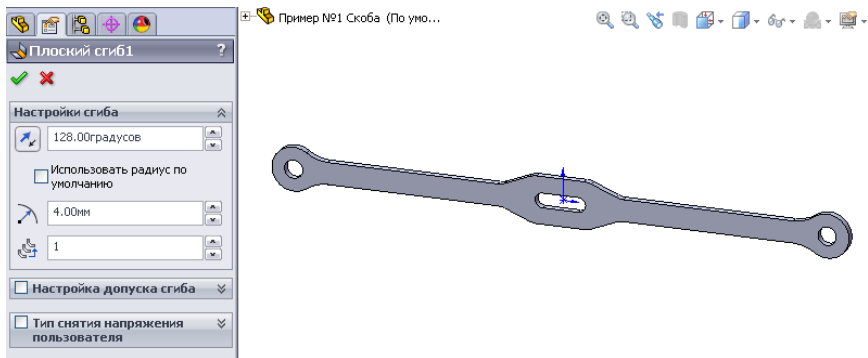

Рисунок 9.27 - Зміна радіусу згину, його кута і напрямку
8. Тепер, коли деталь вже в зігнутому стані, необхідно відредагувати радіуси, кути й напрямки створених згинів. Для цього в дереві конструювання виберемо спочатку «**Плоский сгиб1**», клацнемо правою кнопкою миші й активізуємо в контекстному меню команду - «**Редактировать определение**». Деталь розігнеться, і на екрані з'явиться панель «**Плоский сгиб1**», де можна змінити радіус згину, його кут і напрямки, як на рис. 9.27.